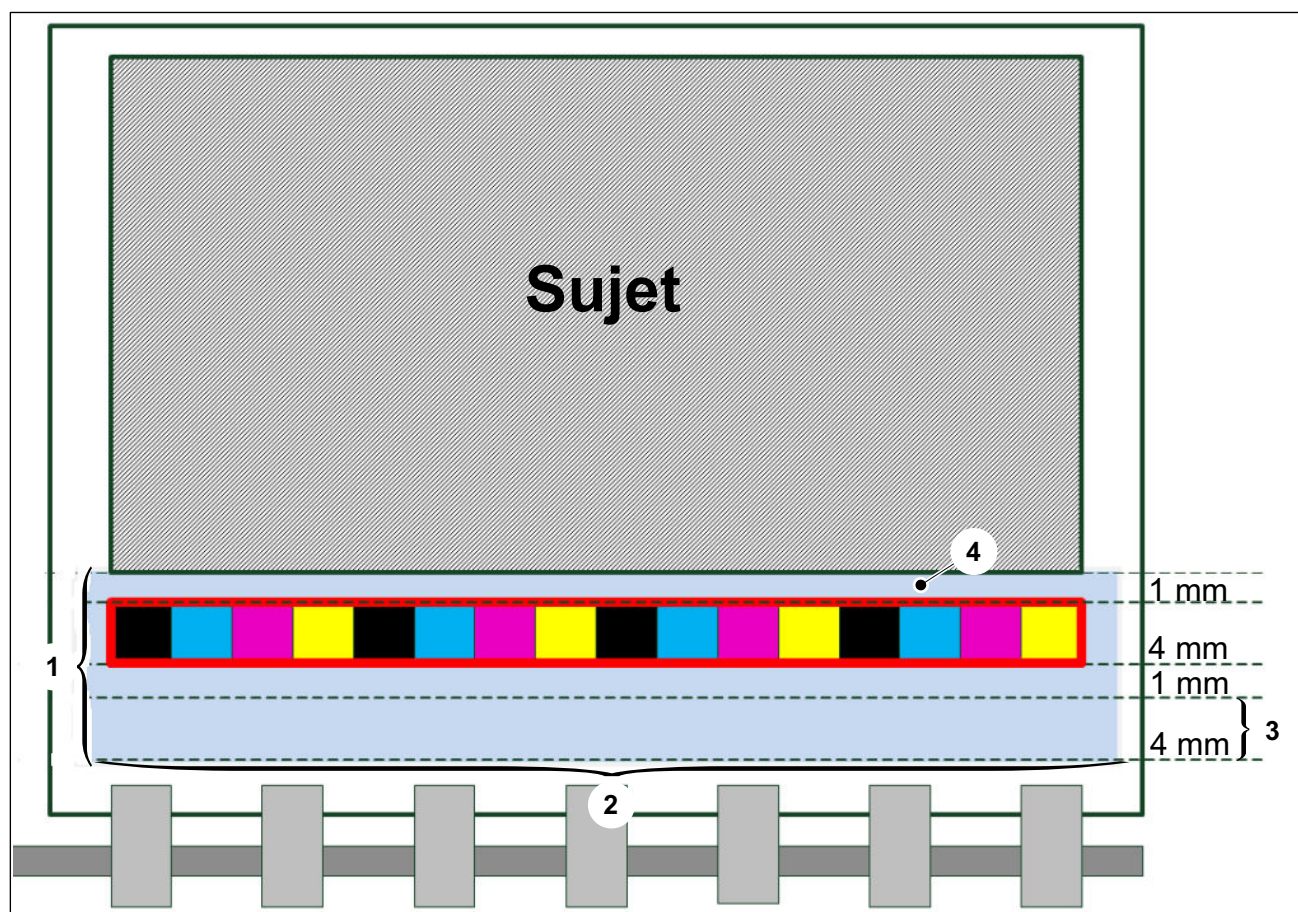

Abb. 33 Montage und Maße für die Deckweißfläche und den Druckkontrollstreifen
- Der gesamte Druckkontrollstreifen muss mit Deckweiß unterlegt sein (siehe Abb. 33).
- Oberhalb des Druckkontrollstreifens muss mindestens 1 mm Deckweiß gedruckt werden (Abb. 33/4).
- Unterhalb des Druckkontrollstreifens müssen mindestens 5 mm Deckweiß gedruckt werden. Das bedeutet einen um 4 mm höheren Materialbedarf (Abb. 33/3) gegenüber der herkömmlichen Messung auf weißer Unterlage! Dieser Platzbedarf ist immer erforderlich, unabhängig davon, wo der Druckkontrollstreifen auf dem Bogen platziert ist. Also auch bei Montage in der Mitte.